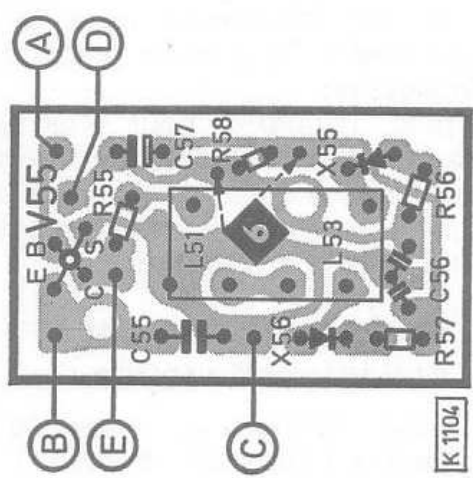

Fig. 7
- 3.7 Pour FM raccorder un voltmètre à haute impédance $R_i \geq 50 \text{ k}\Omega/\text{V}$ en parallèle à C 57, <6> fig. 7.